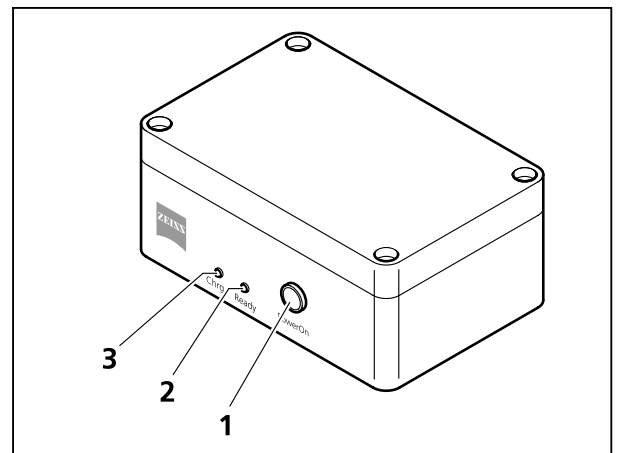

Bild 14 Akkuversorgungseinheit
Wenn die Akkuversorgungseinheit über das Steckernetzteil des Mikroskops mit einer Netzsteckdose verbunden ist, leuchtet die grüne Netzkontrollleuchte **Ready** (Bild 14/2). Die Akkus werden automatisch aufgeladen.
Die gelbe Ladekontrollleuchte **Chrg** (Bild 14/3) leuchtet während des Ladevorganges und verlischt sobald der Ladevorgang abgeschlossen ist.
- Durch kurzes Drücken auf die Taste **PowerOn** (Bild 14/1) wird die Akkuversorgungseinheit eingeschaltet.